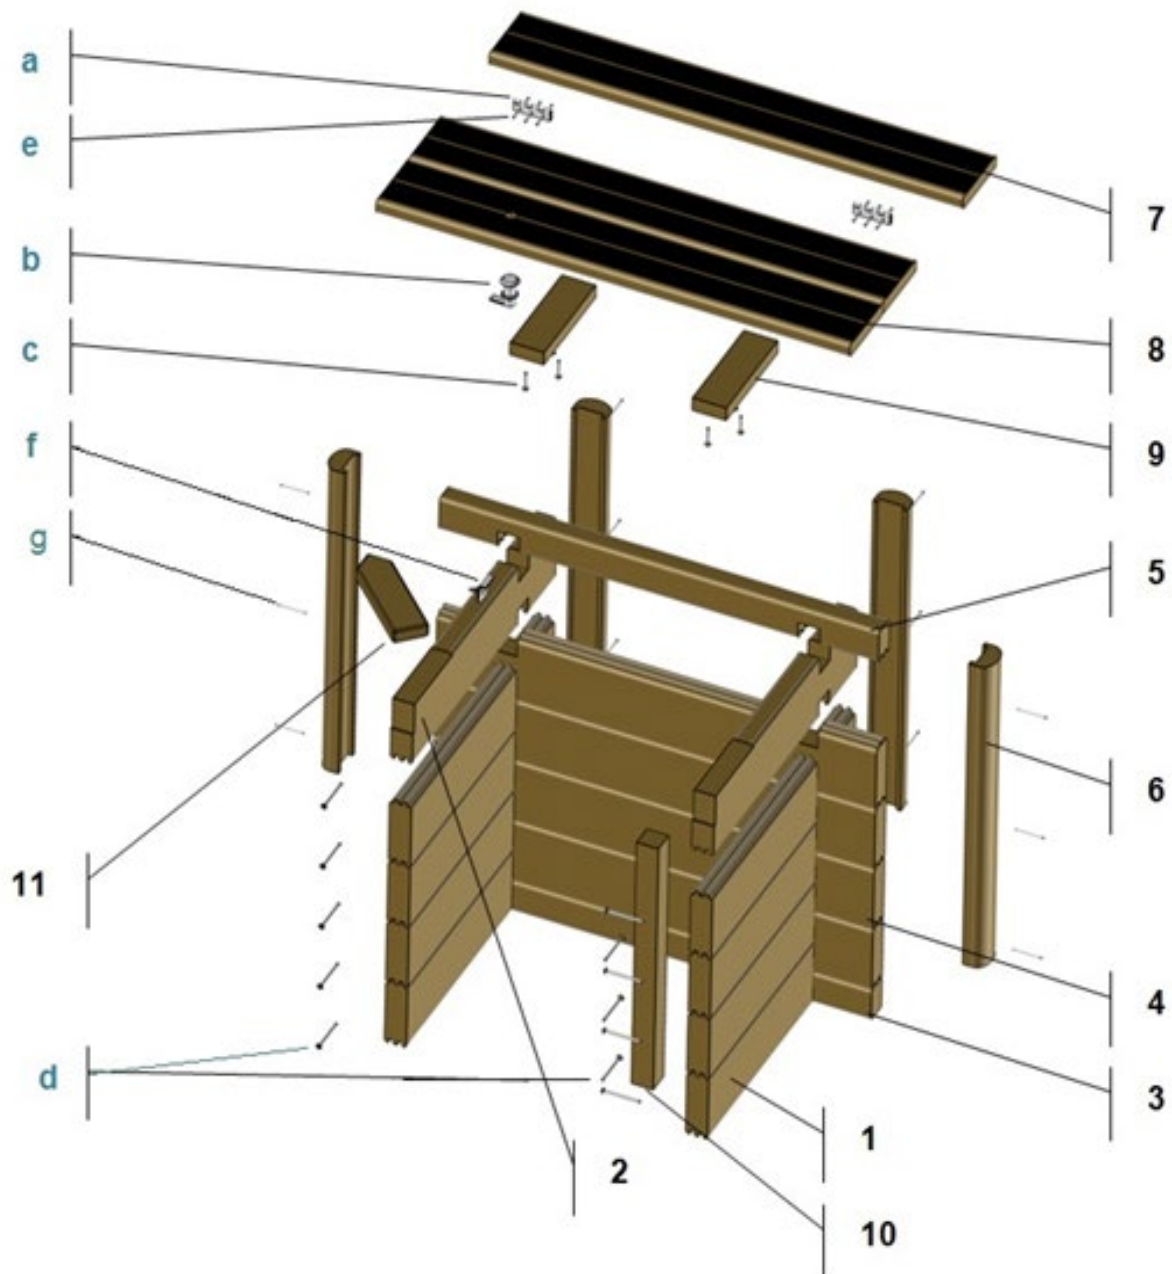
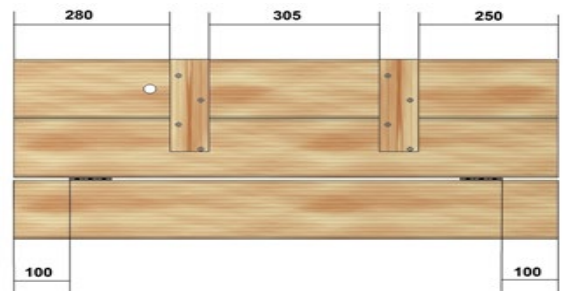

Figure 58 – Éclaté du coffre
Figure 65 – Assemblage du caillebotis
Pour finir, fixez le tasseau de 45 × 45 mm (pièce n°10 de la Figure 58) à l'aide de 4 vis à tête fraisée 5 × 80 torx filetées sur 50 mm (d). Ce tasseau doit affleurer l'extrémité des lames en bois du coffre
La pièce d'angle livrée avec le pack bois de votre piscine urbaine est rectangulaire. Après pose des margelles de votre coffre, cela laisserait un espace vide triangulaire. Afin d'éviter ce désagrément, il convient de substituer cette pièce par celle livrée avec le coffre (pièce n°11 à la Figure 58), qui comporte une extrémité pointue.
- par fixation du tasseau (pièce n°10 à la Figure 58) dans les lames bois du bassin à l'aide de 3 vis à tête fraisée 5 × 80 torx filetées sur 50 mm (d);
A l'aide de 3 vis à tête fraisée 4 × 35 par charnière (e), visser les deux charnières sur la tranche d'une margelle de caillebotis de 97,5 cm de longueur (pièce n°7 à la Figure 58) aux cotes indiquées à la Figure 65.
Les deux margelles de 97,5 cm de long restantes (dont l'une présente un perçage destiné à recevoir le verrou) sont à solidariser entre elles à l'aide de tasseaux à fixer par le dessous. Utiliser 2 vis à tête fraisée 5 × 40 torx fileté sur 25 mm par tasseau et par lame, soit un total de 8 vis (c), en respectant l'emplacement du perçage destiné au verrou et les cotes indiquées à la *Figure 65*, et en ménageant un jeu de 2 mm entre les deux margelles.
Le système de verrouillage de la trappe est constitué d'un canon de serrure à clé, d'une came de serrure à fixer à l'extrémité du canon de serrure, et d'une gâche de serrure à fixer dans la lame de verrouillage du coffre (pièce n°2 à la *Figure 58*).